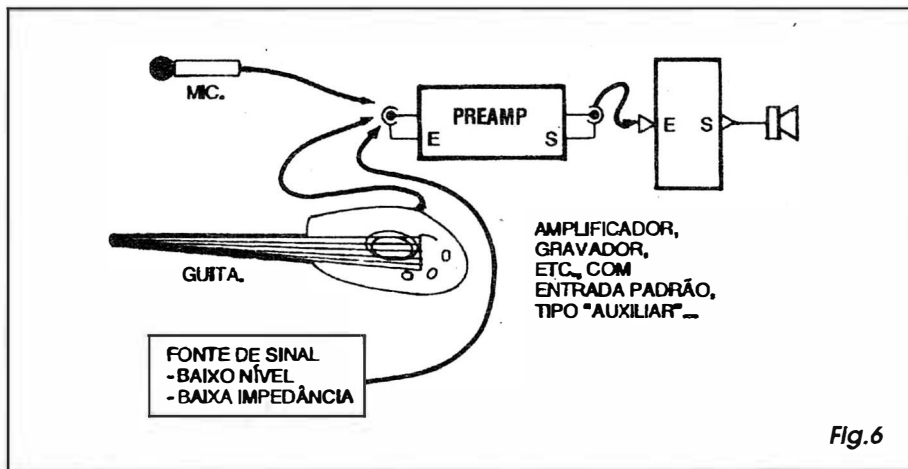

Fig.6
- FIG. 6 - A UTILIZAÇÃO BÁSICA DO SPAM...